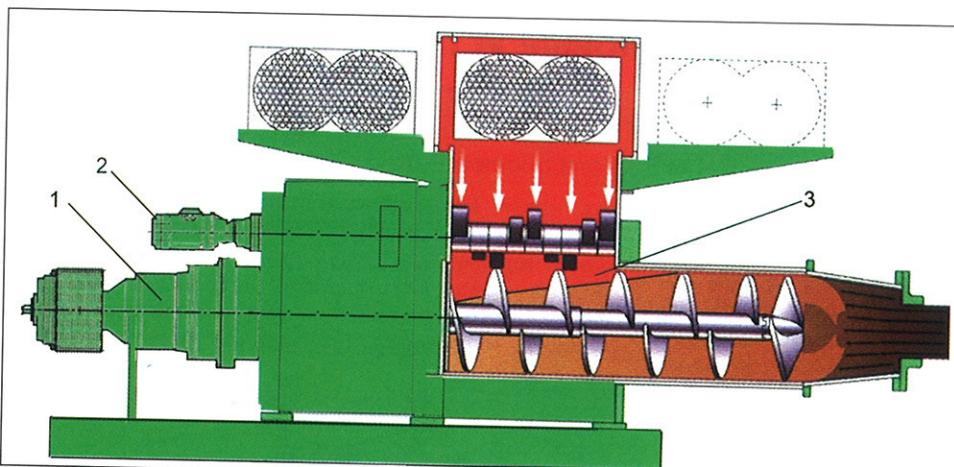

Рис. 3: Червячный экструдер Bedeschi
Результаты проведенных Bedeschi исследований были реализованы в конструкции машины, и в итоге было получено следующее (рис. 3):
- ▶ шнек вращается медленнее из-за оптимального заполнения в критической точке, то есть там, где большое количество массы попадает в зоны, постепенно уплотняемые шнеком (поз. 3 на рис. 3)
Новые червячные экструдеры Bedeschi сейчас оснащаются главным мотором с редуктором для приведения в действие шнека (поз. 1 на рис. 3) и мотором с редуктором для приведения в действие лебедок (выше шнека в вакуумной камере) (поз. 2 на рис. 3). При работе пресса глина падает из змеевика в вакуумную камеру и при помощи лебедок попадает на шнек, который выдавливает ее через мундштук. Если шнек не может выдавать глину, лебедки увеличивают мощность, чтобы продавить глину в шнек. Вследствие этого увеличивается энергопотребление приводного двигателя лебедок; срабатывает устройство Betronic и регулирует число оборотов шнека. Оптимальное число оборотов зависит от различных факторов: